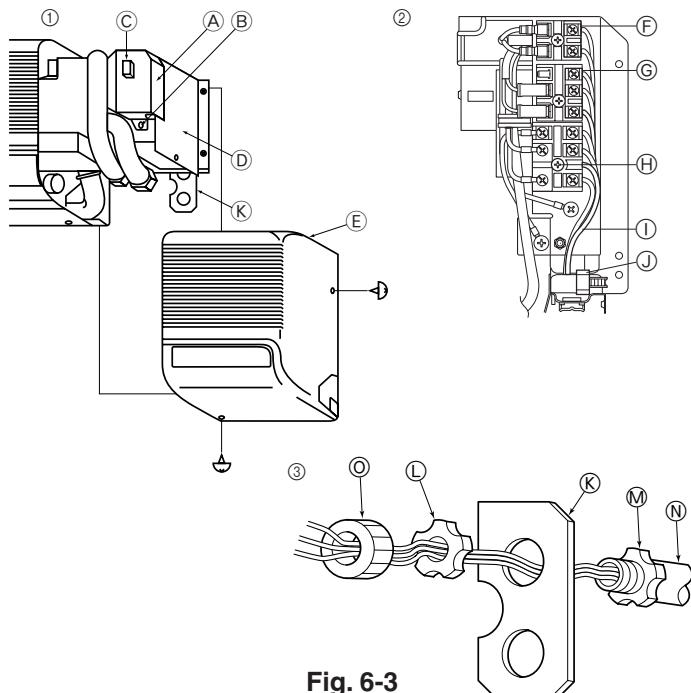

Fig. 6-3
■ PKFY-P18/P24/P30NFMU-E (Fig. 6-3)
3. Retirez la vis autotaraudeuse (1), et déposez le couvercle du bloc de sorties en le faisant glisser en haut à droite.
- (A) Couvercle du bloc de sorties
- (B) Vis de fixation du couvercle du bloc de sorties